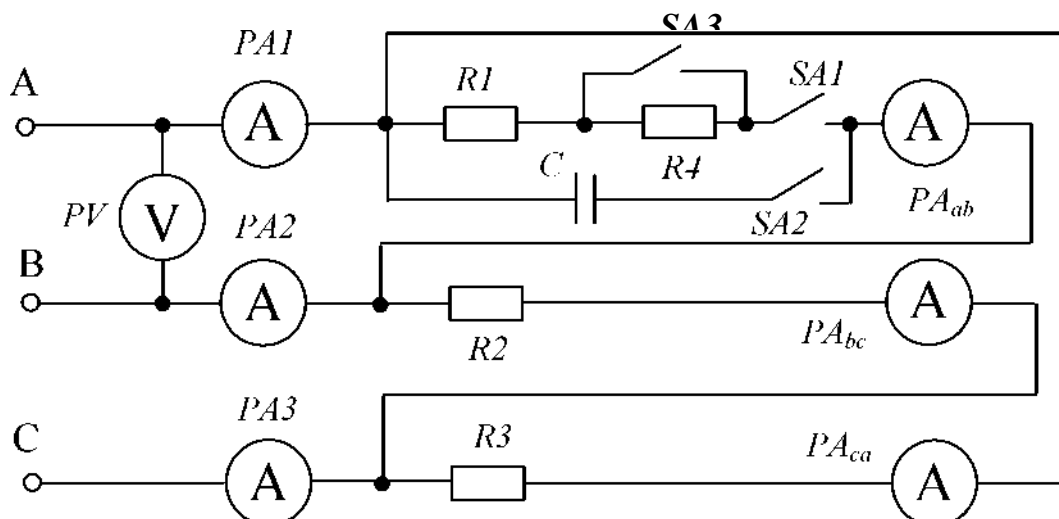

Рис. 6.3. Схема исследуемой электрической цепи
4. Собрать схему электрической цепи, показанной на рис. 6.3, и представить для проверки преподавателю.